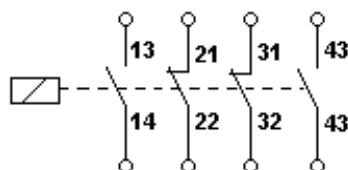

Fig. 3: Contatos auxiliares / Contactos auxiliares / Auxiliary contacts / Contacts auxiliaires
2. contatos auxiliares: utilizados em circuitos auxiliares ou de comando. Podem ser NA ou NF e em quantidade variável. A identificação é feita por dois números: o primeiro indica a ordem dos contatos (1, 2, 3, 4, ...) e o segundo a sua função NF (identificada pelos números 1 e 2) ou NA (identificada pelos números 3 e 4), fig. 3;
2. contactos auxiliares: utilizados en circuitos auxiliares o de mando. Pueden ser NA o NF y en cantidad variable. La identificación se hace por dos números: el primero indica el orden de los contactos (1, 2, 3, 4, ...) y el segundo a su función NF (identificada por los números 1 y 2) o NA (identificada por los números 3 y 4), fig. 3;
2. Auxiliary contacts: used in auxiliary or control circuits. Can be NA or NF and in variable quantities. The identification is done by numbers: the first indicates the order of the contacts (1, 2, 3, 4, ...) and the second its NF function (identified by numbers 1 and 2) or NA (identified by numbers 3 and 4), fig. 3;
2. Contacts auxiliaires : utilisés en circuits auxiliaires ou de commande. Ils peuvent être N.O. ou N.F. et en quantité variable. Ils sont identifiés par deux numéros : le premier indique l'ordre des contacts (1, 2, 3, 4,...) et le second leur fonction N.F. (par 1 et 2) ou N.O. (3 et 4), Fig. 3 ;